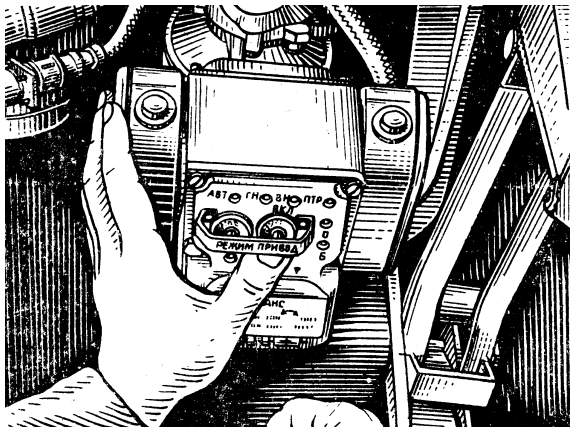
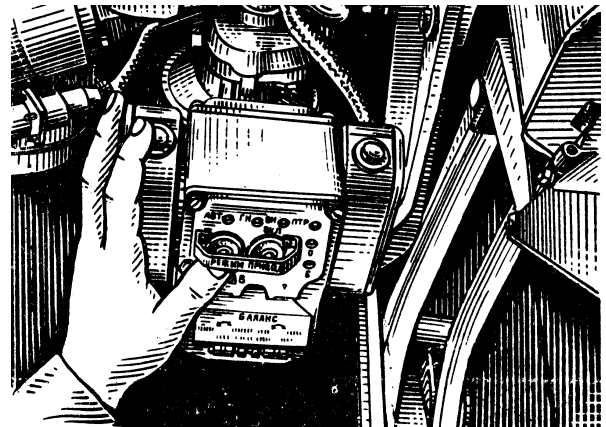

Рис. 32. Переведення вимикача «ПРИВОД» у положення «ВКЛ.»
Рис. 33. Установка перемикача РЕЖИМ у положення АВТ. (ПАВ)
- вмикає стабілізатор озброєння та перевіряє його роботу в автоматичному і напівавтоматичному режимах, для чого переводить вимикач «ПРИВОД» у положення «ВКЛ.»6 (рис. 32), а перемикач режиму роботи стабілізатора в положення «АВТ.» чи «ПАВ.» (рис. 33) і за 15-20 сек після ввімкнення стабілізатору озброєння (що визначається по загорянню на пульті управління світлових діодів «ВН», «ГН», «АВТ.» або «ПАВ.») береться руками за рукоятки пульта та, попередивши команду **«Наведення пультом»**, відхиляє рукоятки пульта управління від себе та на себе для надання спареній установці відповідних кутів підвищення (зниження) та обертає пульт управління навколо вертикальної осі для повороту башти праворуч і ліворуч;